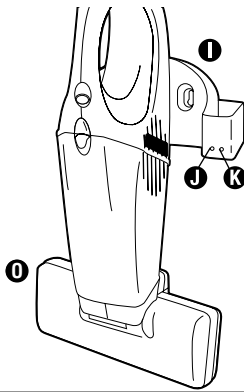

FIG. 5
Step 1: Turn the nozzle **D** down and lower the cleaner onto the bracket **I** (Fig. 5) or remove the battery from the cleaner and place battery in charging stand.
Étape 1 : Tournez le suceur ❶ vers le bas et abaissez l'aspirateur sur le support ❶ (Fig. 5) ou retirez la pile de l'aspirateur et placez la pile sur le berceau de charge.
Étape 2 : Le voyant de charge ❷ est allumé en permanence lorsque le chargeur est branché à une source d'alimentation; le voyant de charge ❷ clignote durant le chargement. Il arrêtera de clignoter une fois le chargement terminé. On peut laisser l'aspirateur en charge constamment de sorte qu'il soit toujours prêt à l'emploi. Ne le dépréisez que s'il doit rester inutilisé plusieurs semaines d'affilée.
Paso 1: Gire la boquilla ❶ hacia abajo y baje la aspiradora sobre el soporte ❶ (Fig. 5) o retire la batería de la aspiradora y colóquela en el soporte de carga.
Paso 2: La luz indicadora de carga ❷ muestra un brillo constante después de conectar el cargador a la fuente de energía eléctrica. La luz indicadora de carga ❷ parpadea mientras se está cargando. Dejará de parpadear cuando se haya completado la carga.